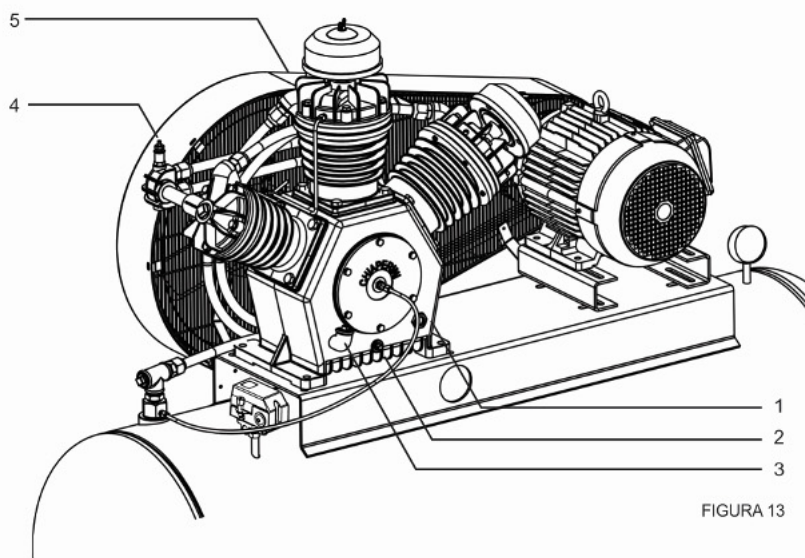

FIGURA 13
10.1 – Antes de ligar o compressor, sempre verifique o nível do óleo e complete-o se necessário. Item 1, Figura 13. O nível de óleo deverá estar no centro do visor. Recomendamos não mudar o tipo de óleo, pois esta mudança pode ocasionar contaminação por incompatibilidade química, causando problemas de lubrificação e diminuindo a vida útil do equipamento.